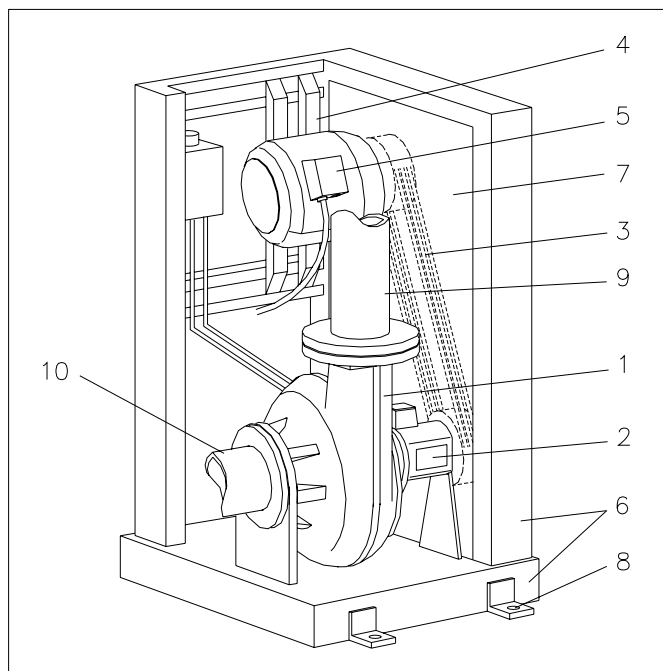

Fig. 7.7
Kileremdrift med høyt plassert motor og ramme (se fig. 7.7).
- Foten forankres til fundamentet ved hjelp av de 4 montasjehullene; se fig. 7.7, pos. 8.